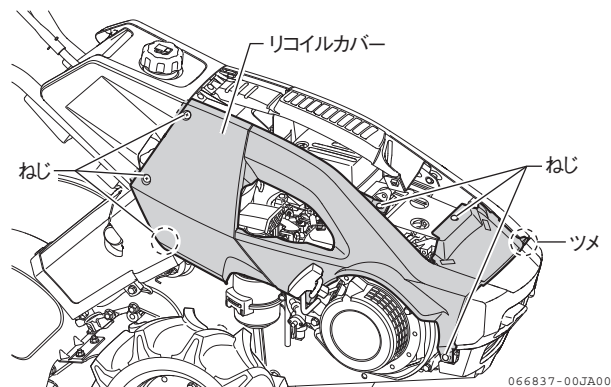

図 4-43 リコイルカバー
2. リコイルカバーを外します。(ねじ:6本、ツメ:1カ所) (図 4-43)